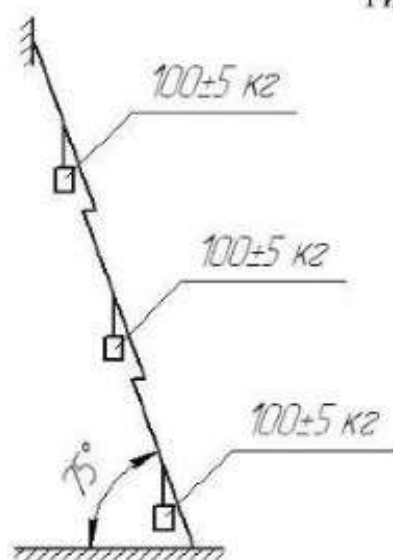

Рисунок 3
- нагружения полностью выдвинутой и установленной под углом  $75^\circ$  к горизонту лестницы посредством подвешивания к ступеньке (по центру) посередине длины каждого колена груза массой  $100 \pm 5$  кг (рисунок 3);